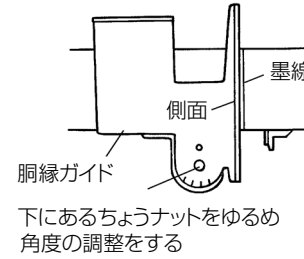

図 18
- (1) 胴縁ガイドの角度を調整して胴縁ガイドの側面と墨線を一致させてください。(図 18)